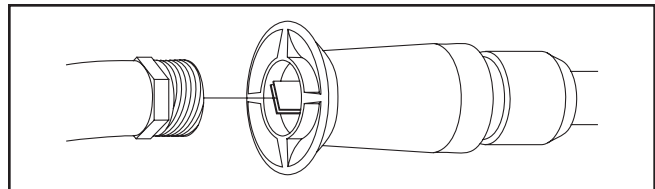

Figura 19 – Suministrar flujo de agua a la boquilla
- Usando una manguera de jardín, remueva cualquier desecho adicional, poniendo agua en la extensión de la boquilla (Figura 19). Haga ésto de 30 a 60 segundos. Gire la extensión de la boquilla ajustable a "stream spray" (chorro rociador) y mueva la boquilla de "low" (bajo) a "high" (alto), mientras drene el agua.